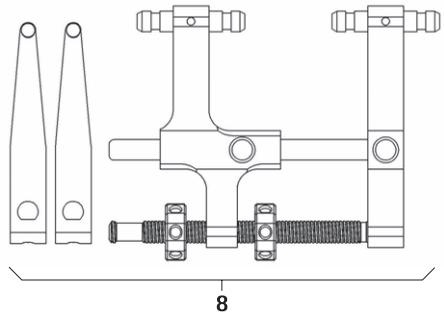

Fig. 13
- Montera distraktor **8** med distraktionsblad, se Fig. 13.